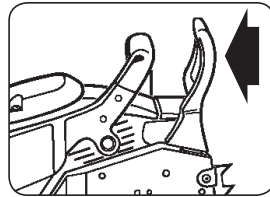

Fig. 3B
1. Assurez-vous que le levier du frein de chaîne soit tiré en arrière et libéré (Fig. 3B).